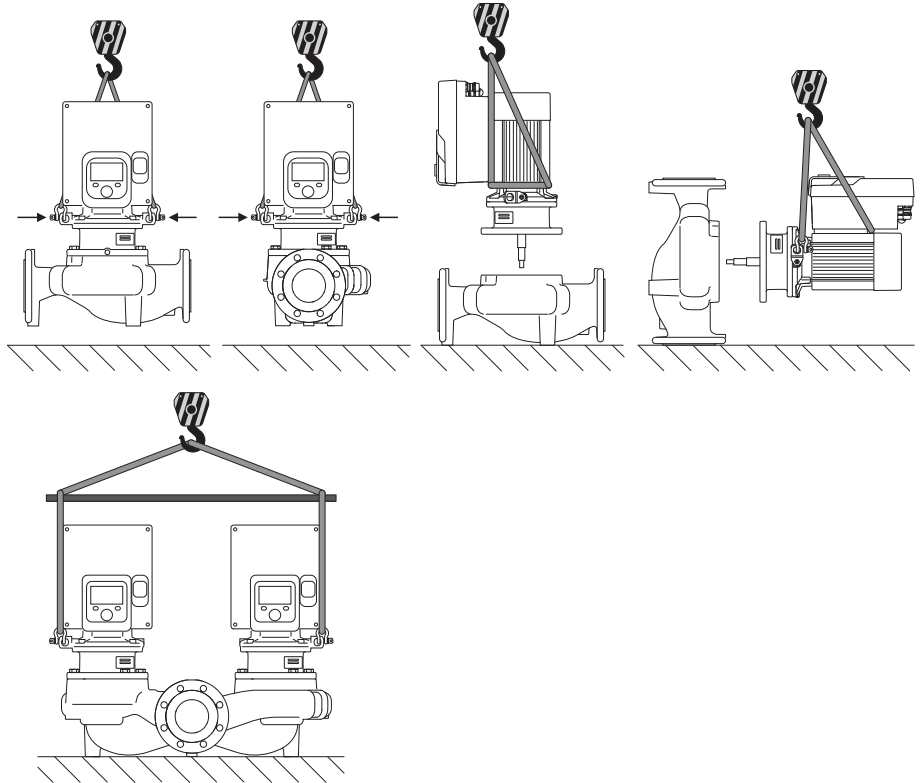

Fig. 6: Nostosuurta
Pumpun kuljetus on suoritettava käyttäen hyväksytyjä kuorman kiinnitysvälineitä (esim. nostotalja, nosturi jne.). Kuorman kiinnitysvälineet on kiinnitettävä moottorilaipassa oleviin kuljetussilmukoihin. Työnnä nostolenkit tarvittaessa adapterilevyn alle (Fig. 6).
1. Jätä kaksi kuljetussilmukkaa (Fig. I, pos. 30) moottorilaippaan.
2. Kiinnitä moottori-juoksupyöräyksikkö (Fig. 4) varmistusta varten sopivilla nostovälineillä kuljetussilmukoihin. Jotta yksikkö ei kaadu, aseta hihnasilmukka kuvan Fig. 6 mukaisesti moottorin ja elektroniikkamoduulin sovittimen ympärille. Kiinnityksen yhteydessä on varottava vahingoittamasta elektroniikkamoduulia.
3. Avaa ruuvit (Fig. I/II/III/IV, pos. 29) ja poista ne.